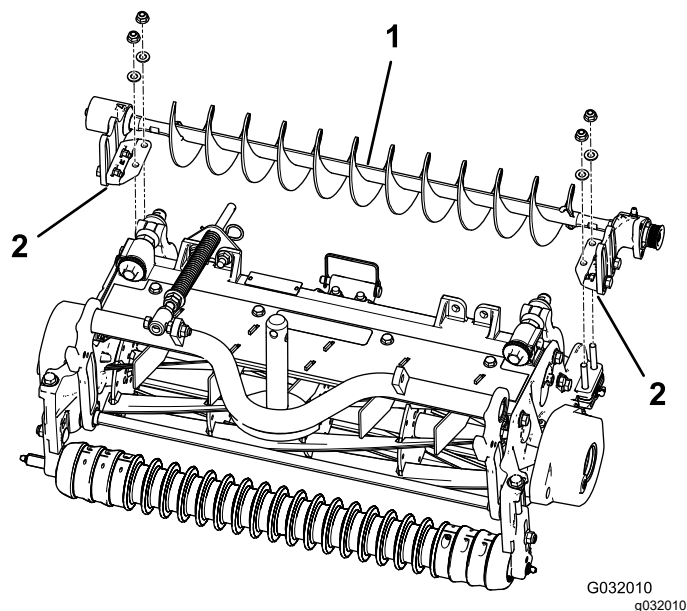

Рисунок 8
- Установите монтажные кронштейны узла правой или левой щетки катка в сборе на болты кронштейна катка (Рисунок 8).